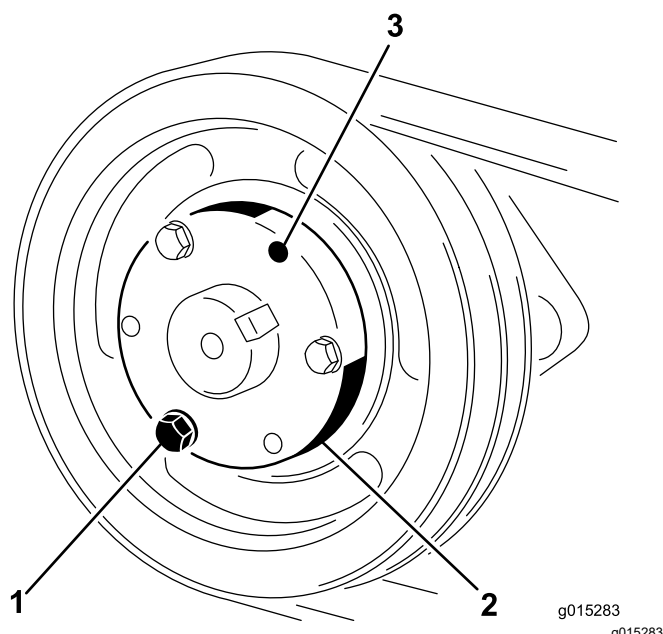

Figura 26
1. Retire los pernos y las arandelas de freno de uno en uno y atorníllelos en los taladros adyacentes (Figura 26).